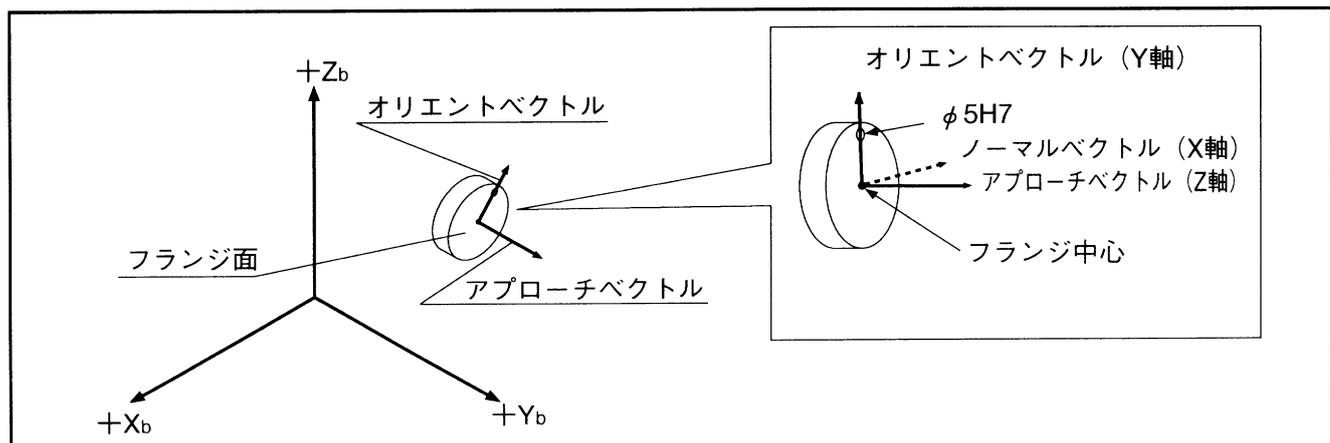
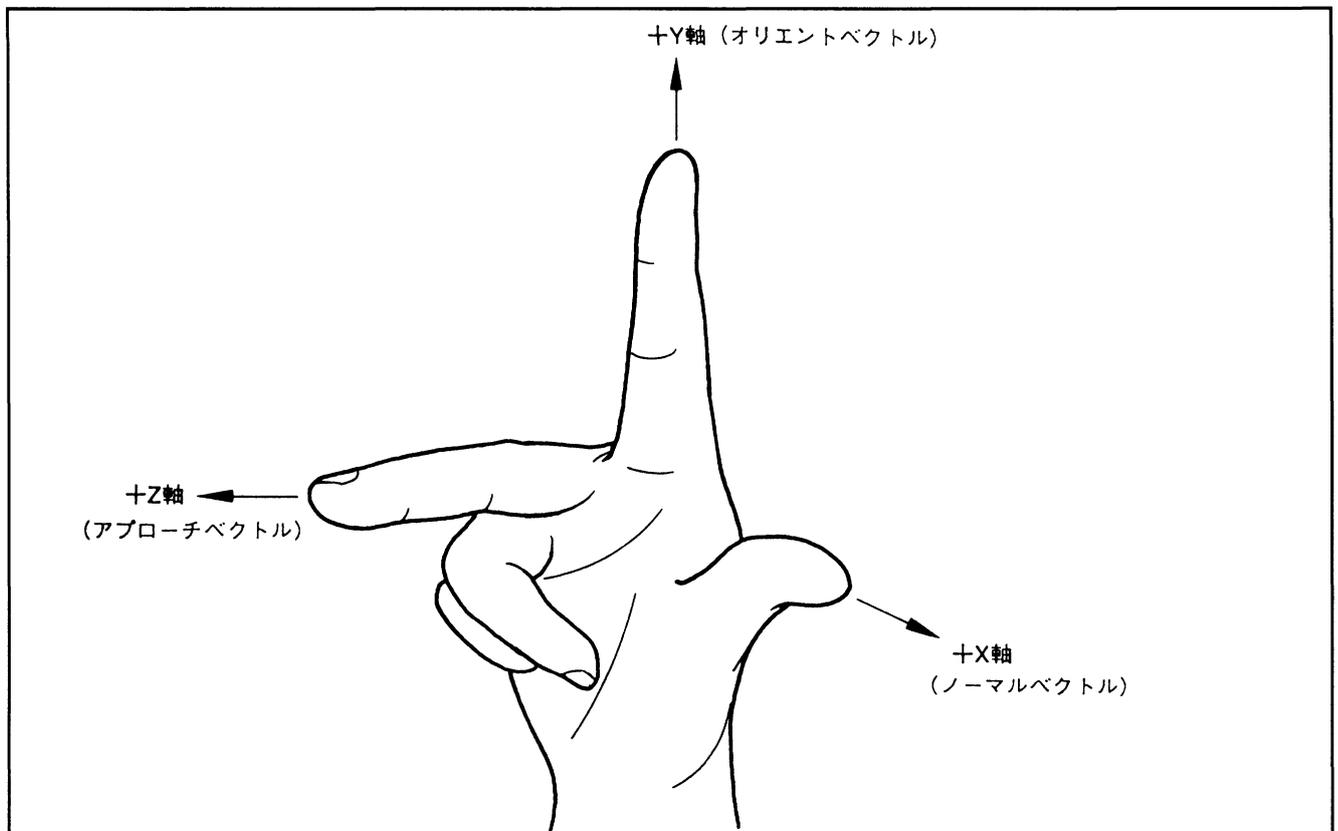

図2-35 オリエント・アプローチベクトル
図2-36 右手直交座標系
- (4) アプローチベクトルとオリエントベクトルは直交しており、オリエントベクトルをY軸、アプローチベクトルをZ軸としたときの右手直交座標系におけるX軸をノーマルベクトルと定義します。(図2-35中の破線で示したベクトル、図2-36参照)
(このとき、P2-41の図2-36に示すように右手を使い回転を考えると、わかりやすくなります。)
この座標系はP2-40の図2-35に示したようにノーマルベクトルをX軸、オリентベクトルをY軸、アプローチベクトルをZ軸とすることにより得られます。